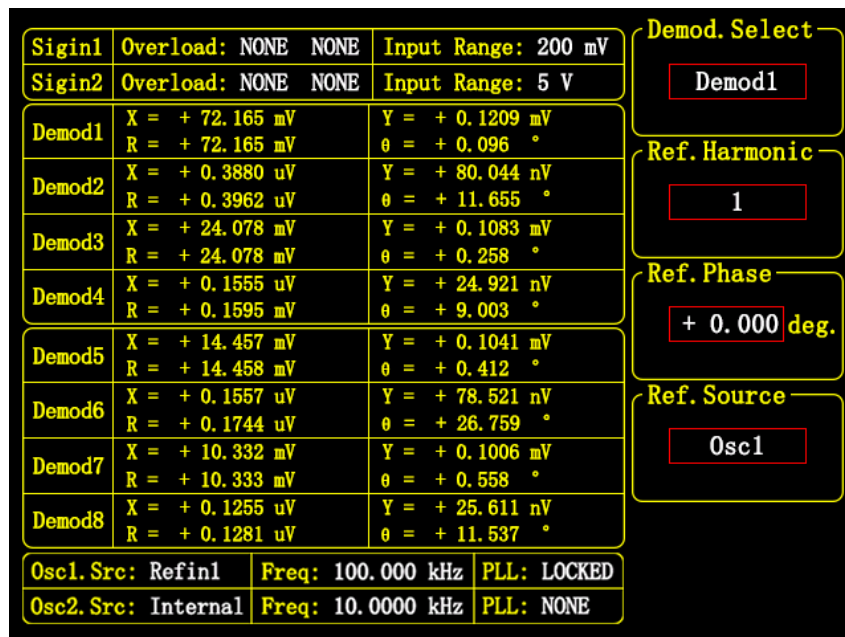

图 104. 方波的谐波测量结果
- 然后在 [DISPLAY] 子菜单中，按下“软键 2”，把 <Display Mode> 设置为 <Full> 模式，如图 104 所示，显示所有基波和谐波的测量结果。
根据以上算法, 即可将测量值与理论计算值进行对比。如图104的测量结果所示, 测量值符合理论值。